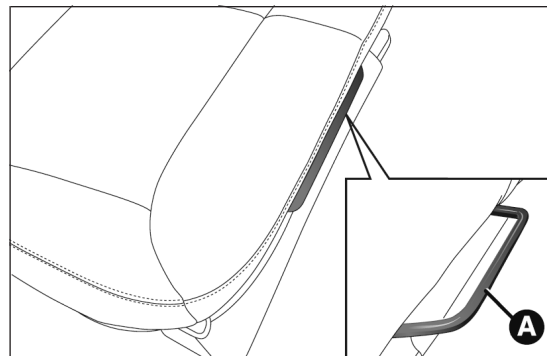

fig. 2
- en servant du levier A fig. 2, déplacer vers l'avant le siège de la seconde rangée ;